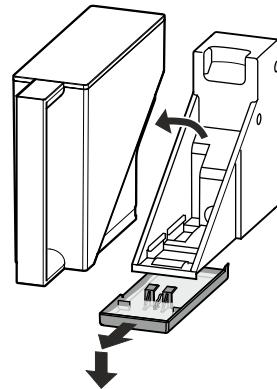

Figura 25
- Vaciado de la bandeja colectora de agua: Extraiga el depósito de agua. Desencaje con cuidado la bandeja tirando hacia arriba y, después, extrágala tirando hacia abajo - **Figura 25**.